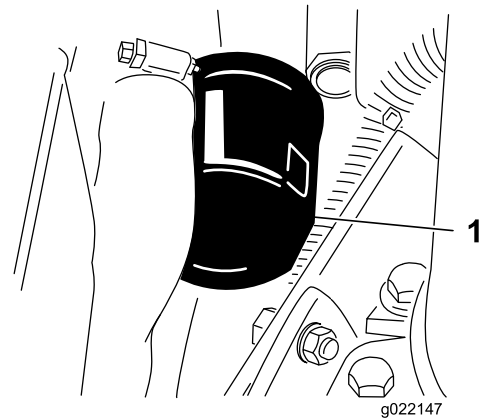

Bild 56
- Entfernen Sie den Ölfilter (Bild 56).